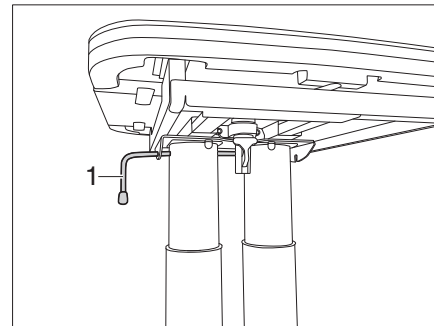

Fig. 105 Bloquear la mesa
- Girar la palanca de bloqueo (Fig. 105,1) hacia la izquierda. El bloqueo está abierto.
- Girar la palanca de bloqueo (Fig. 105,1) hacia la derecha. La mesa elevadora está bloqueada.